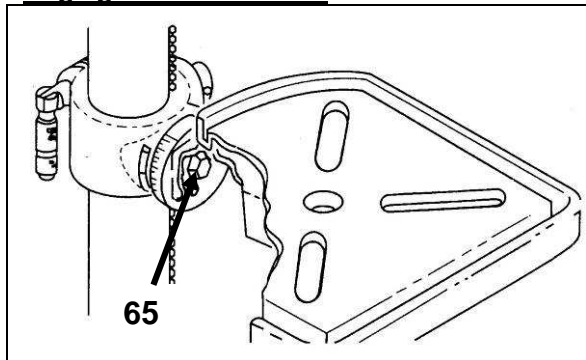
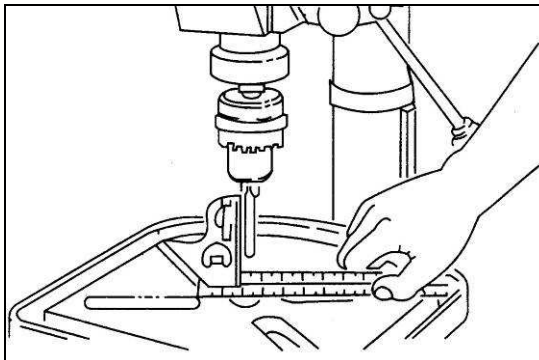

Fig 29
Fig 30
- Desserrez la vis hexagonale M16x35 (65) située sous le support de table (Fig 29).
- Resserrez la vis (65).
- Desserrez la vis hexagonale M16x35 (65) (Fig 29), puis positionnez la table à 90° par rapport à la tige avec une équerre (Fig 30). Une fois le réglage établi, resserrez la vis (65).